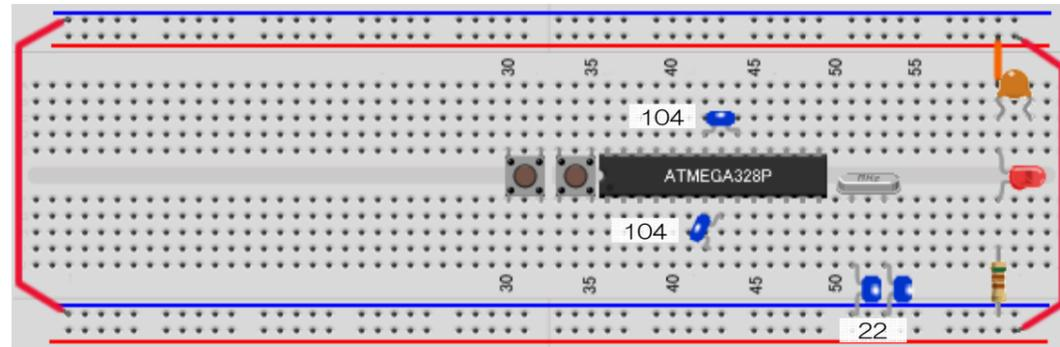

図3
- (1) 図3のように、ブレッドボードの位置番号30のところから、タクトスイッチ2個、マイコン、クリスタル、セラミックコンデンサ(104) 2個、セラミックコンデンサ(22) 2個を接続します。部品のリード線が長いときはニッパーで切って少し短くします。